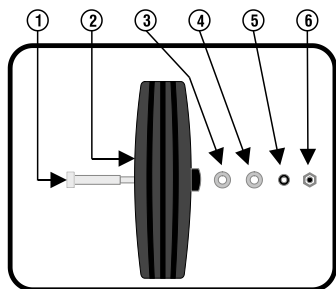

Fig. 3 - Componentes para fijación de las ruedas
- a) Conforme descripción de las piezas de la Fig. 3, con el lado externo de la rueda para fuera del moto-compresor, monte el perno hexagonal (pieza 1), pasando por el agujero de la rueda (pieza 2). Coloque una arandela plana (pieza 3), pase el perno por el agujero del soporte del moto-compresor, colocando la arandela plana (pieza 4), seguida de la arandela de presión (pieza 5) y, por último, la tuerca hexagonal (pieza 6);
- b) Secuencia de piezas para montaje de las ruedas, Fig.3: